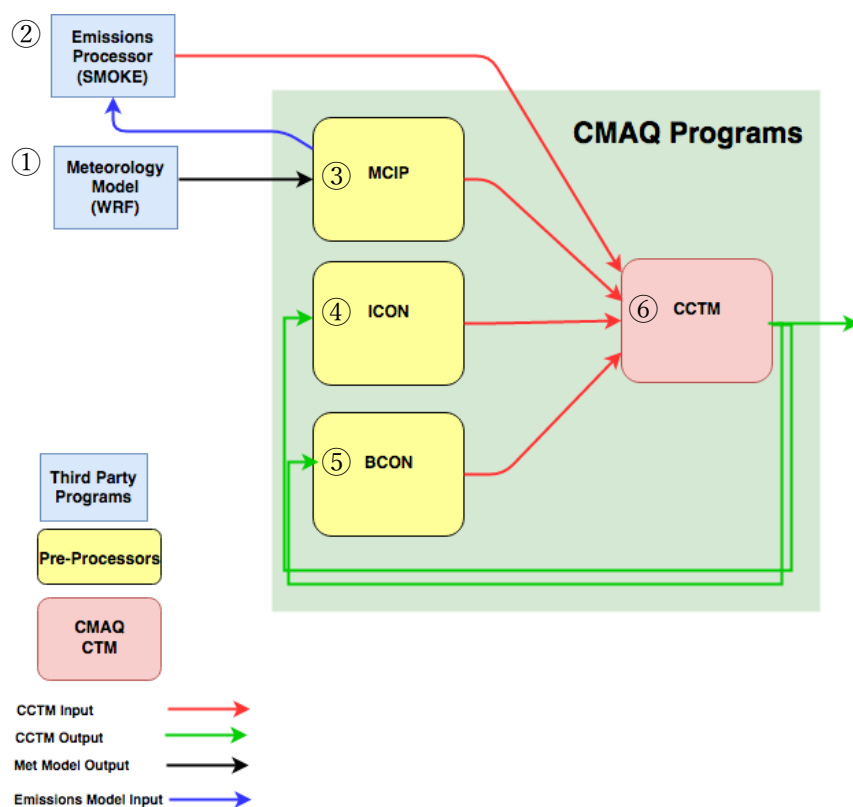

図 1-4 CMAQ の各プログラムと関連ツールの関係 (CMAQ 操作ガイド5の図に加筆)
化学輸送モデル CMAQ は複数のプログラム群で構成されている。各プログラムの関係を図 1-4 に、各プログラムの役割を表 1-2 に示す。基本的な大気質シミュレーションの実行に用いる CMAQ プログラムは、CCTM を中心に、MCIP、ICON、BCON から成り立つ（図 1-4 の緑の背景内）。また、大気質シミュレーションには排出量データと気象データが必要となるため、排出量処理プログラム（Emissions Processor）と気象モデルでそれらを作成する（図 1-4 の青い四角）。
大気質シミュレーションの際は、まず、MCIP（図 1-4、表 1-2 の③）に気象モデル（同①）の出力ファイルを入力し、CCTM（同⑥）に入力する気象データファイルを作成する。MCIP では、前述の気象モデル WRF の出力が入力可能である。